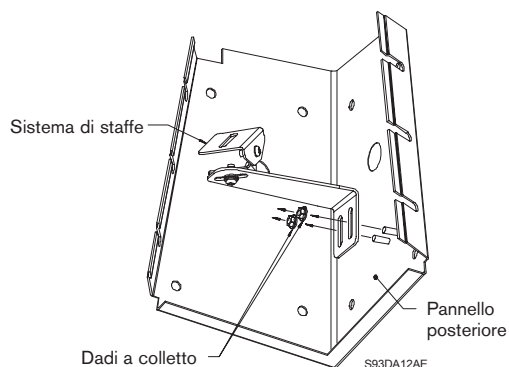

Figura 4: Rimozione del sistema di staffe
4. Svitare i due dadi a colletto e rimuovere il sistema di staffe della telecamera dal pannello posteriore. Vedere Figura 4